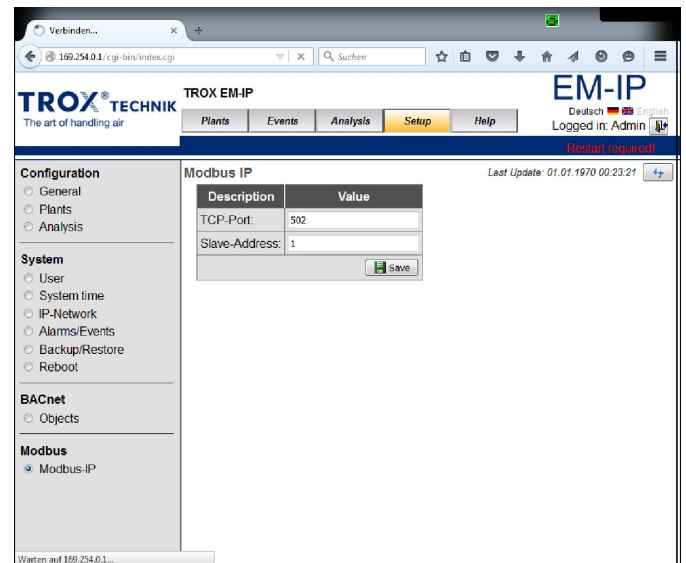

Fig. 37 : Modbus/IP
- ⇒ Le menu « Modbus/IP » (Fig. 37) s'affiche.